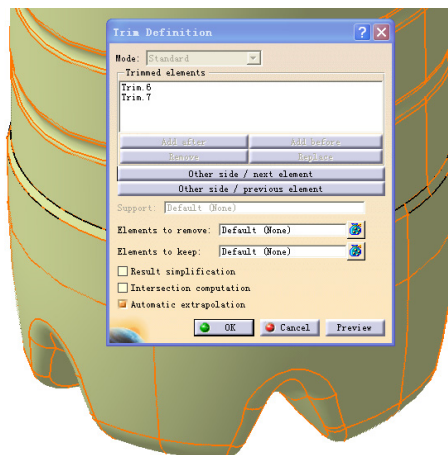

图 4-508
④ 如图 4-508 所示, 使用 Trim.7 Trim.6 重复步骤①的操作。